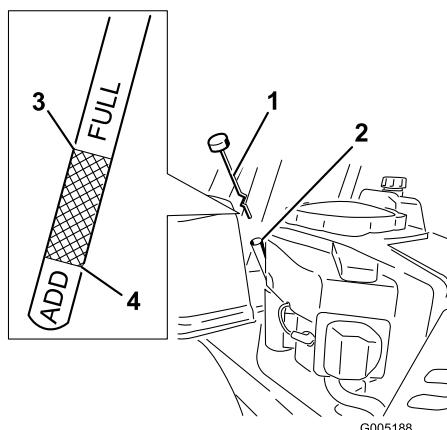

Figure 28
- Sortez de nouveau la jauge et vérifiez le niveau d'huile. (Figure 28).
8. Enlevez le bouchon de remplissage/la jauge (Figure 28).
14. Versez avec précaution environ 80 % de la quantité d'huile spécifiée dans le goulot de remplissage (Figure 28)
15. Remettez le bouchon de remplissage/la jauge en place (Figure 28).
16. Vérifiez le niveau d'huile (Figure 28) (voir Contrôle du niveau d'huile).
18. Remettez le bouchon de remplissage/la jauge et serrez à fond (Figure 28).